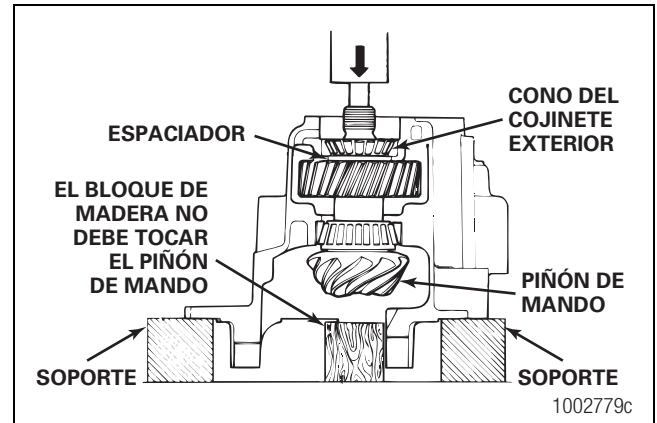

Figura 5.18
1. Evite que el conjunto del piñón de mando gire, usando un accesorio para sujetar los dientes del engranaje motriz helicoidal o coloque bloques de madera entre la cabeza del piñón y la pared del portador. Retire la tuerca y la arandela del eje del piñón de mando. Figura 5.18.